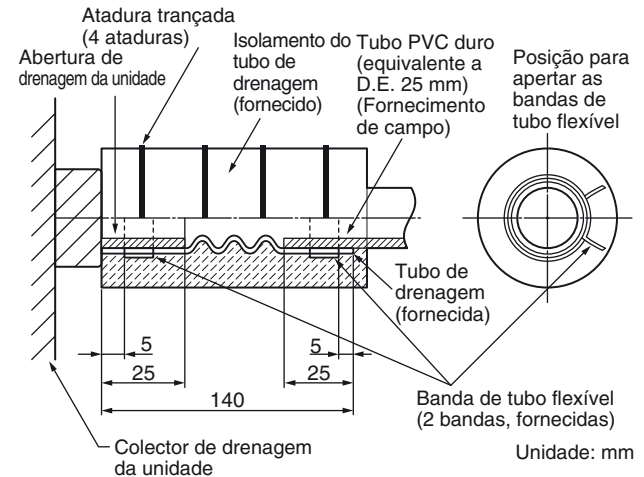

Fig. 3-22
- **Fixe de modo que o prendedor da banda de tubo flex vel fique no lado da abertura de drenagem. (Fig. 3-22)**